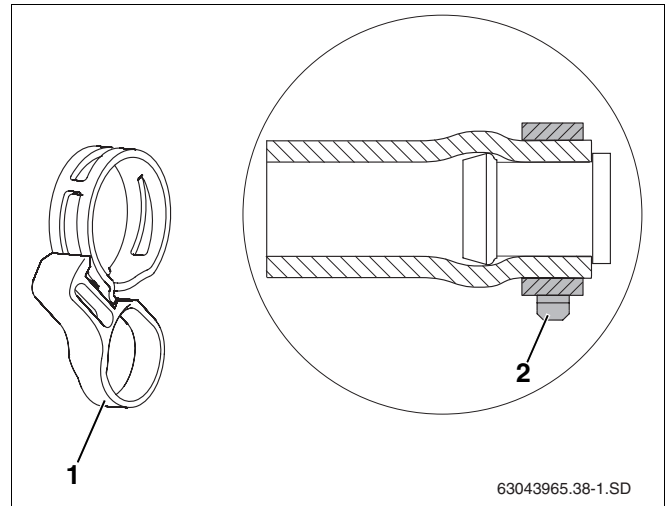

Fig. 17 Braçadeira de mola com anel de fixação e no estado montado no tampão cego pré-montado
- ▶ A posição correcta da braçadeira de mola (fig. 17, **item 2**) deve ser impreterivelmente assegurada antes de retirar o anel de fixação (fig. 17, **item 1**). Soltar posteriormente o anel de fixação com um alicate pode prejudicar a força de tensão.